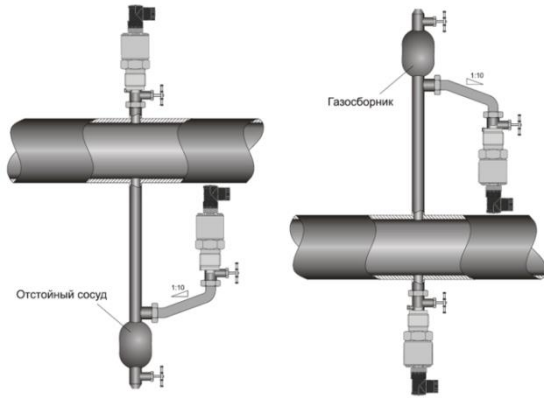

Рисунок 4. Монтаж прибора для измерения давления газа (слева) и жидкости (справа).
4.3. Механическое присоединение реле рекомендуется производить с ориентацией, при которой соединительная линия от места отбора давления имеет односторонний уклон (≥1:10) вверх к реле, если измеряемая среда — газ, и вниз к реле, если измеряемая среда — жидкость (см. рис. 4.). Если это невозможно, при измерении давления газа в нижних точках соединительных линий следует устанавливать отстойные сосуды, а при измерении давления жидкости в наивысших точках — газосборники. Отборные устройства для установки приборов рекомендуется монтировать на прямолинейных участках, на максимально возможном удалении от насосов, запорных устройств, колен, компенсаторов и других гидравлических устройств.